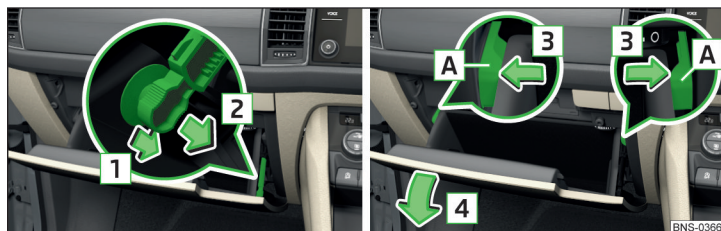

Fig. 366 Compartimento guardaobjetos en el lado del acompañante
- Desbloquear la barra de freno en el sentido de la flecha **1** y soltarla en el sentido de la flecha **2** » fig. 366.